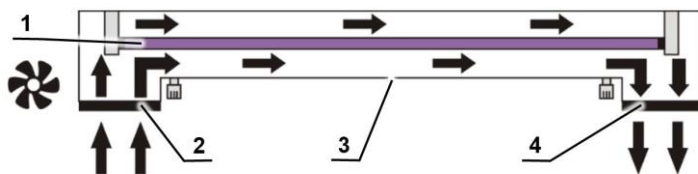

Рисунок 1. Схема работы рециркулятора с УФ лампой.
УФ рециркулятор воздуха состоит из УФ лампы (рис. 1/1), вентилятора и антипылевого фильтра (рис. 1/2), заключенных в специальный корпус. Оператор, работающий с боксом при включенном рециркуляторе, не подвергается воздействию УФ излучения, что позволяет осуществлять постоянную обработку воздуха ультрафиолетом, не прерывая рабочий процесс. В результате циркуляции воздуха на небольшом расстоянии от УФ лампы и наличия отражающих поверхностей внутри воздухопровода, рециркулятор увеличивает плотность УФ лучей, что повышает эффективность инактивирующего действия. Постоянно работающий вентилятор рециркулятора осуществляет 100-кратный воздухообмен объема бокса в течение часа, что обеспечивает максимально асептические условия в рабочем пространстве бокса.
**Примечание.** Работоспособность открытой УФ лампы может быть проверена при выключенной лампе дневного света (выключатель **1** в положении OFF). Для контроля работоспособности лампы внутри УФ рециркулятора используйте индикатор, расположенный посередине рециркулятора (рис. 1/3). Если индикатор светится (выключатель **2** в положении ON) - лампа исправна.